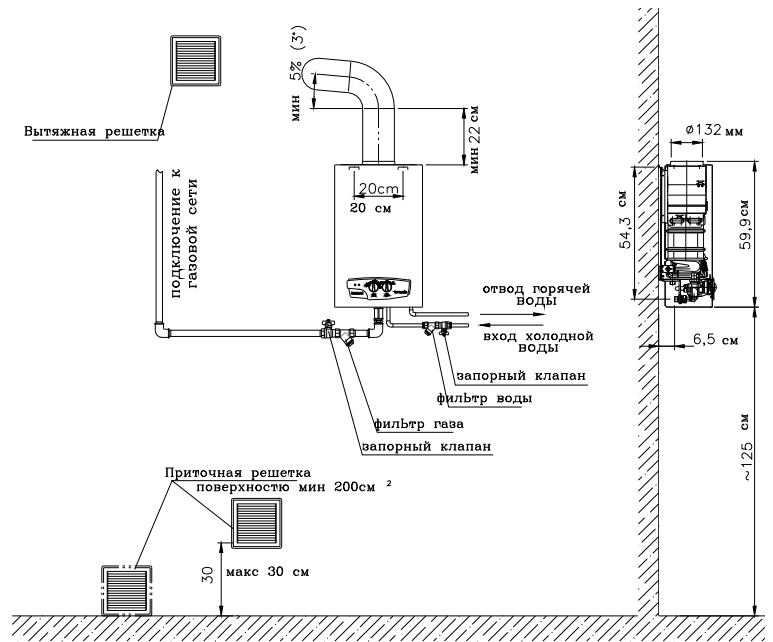

Рис. 3.1.3.1 Схема трубопроводов воды, газа и продуктов сгорания
Труба отводящая продукты сгорания и дымоход должны иметь на всей своей длине такой самый поперечный разрез. Дымоход должен выходить из нагревателя вертикально (мин 220 мм) до первого колена. Вертикальной участок дымохода не может быть длиннее 2-х метров, и должен быть установлен с уклоном минимум 5% (ок.  $3^\circ$ ) в сторону нагревателя (рис. 3.1.3.1). Длина дымохода от оси входа трубы отводящей продукты сгорания до выпускаемой кромки под крышю должна быть не менша чем 2 м. Внутренняя поверхность дымопровода и трубы отводящей продукты сгорания должна быть устойчивая к деструктивным воздействиям продуктов сгорания,
- Подключение водонагревателя к дымоходу необходимо согласовать с соответствующими организациями трубчитса и должно соответствовать требованиям указанным на рис. 3.1.3.1 .